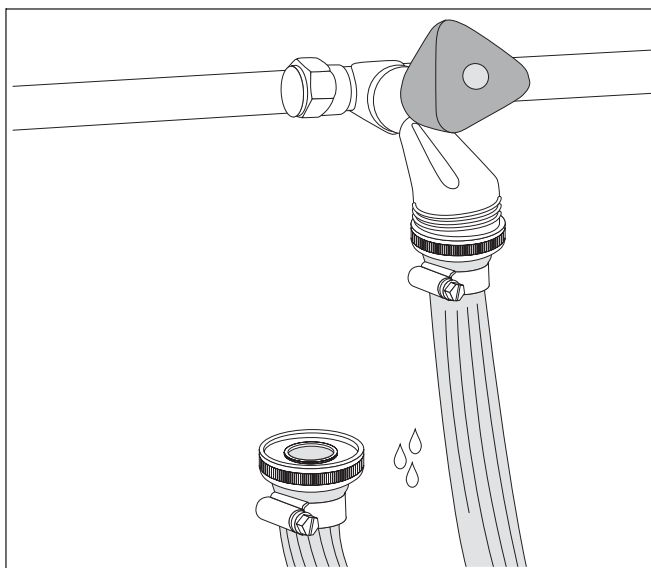

Fig. 10 Riempire la tubazione
- Collegare la tubazione al raccordo dell'acqua per riempire la caldaia (fig. 10).